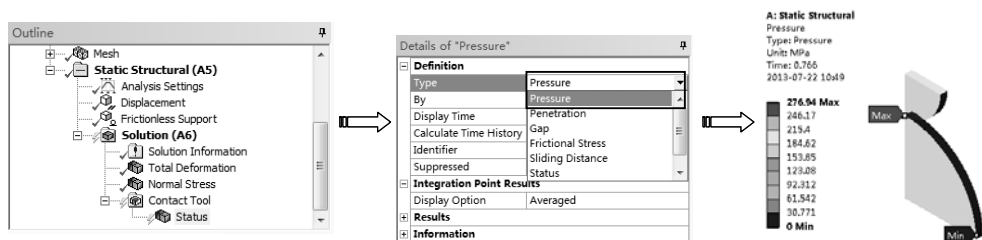

图 4-34 接触压力分布
(3) 【Contact Tool (接触工具)】 在 Mechanical 中使用【Contact Tool】产生接触结果，单击【Solution】工具栏上的【Tools】|【Contact Tool】命令，在【Outline (分析树)】中的【Solution (A6)】节点下增加【Contact Tool】选项，在详细设置窗口的【Type】下拉列表中选择【Pressure】，然后选中【Pressure】节点，单击鼠标右键，在弹出的快捷菜单中选择【Evaluate All Results】命令，图形区显示压力分布，如图 4-34 所示。